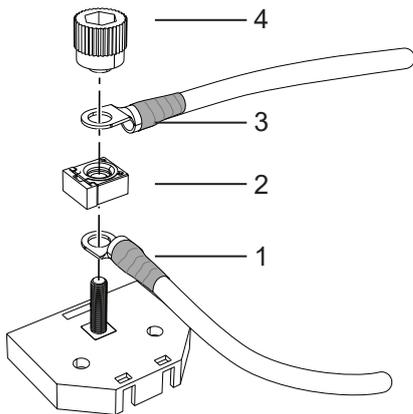
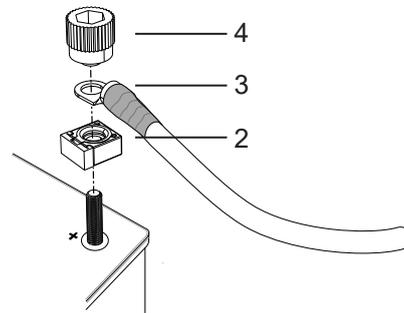

Figura 71. Conexión a la caja de fusibles
Figura 72. Conexión al terminal positivo de la batería
3. Cuando utilice la caja de fusibles, conectar el cable (1) al terminal positivo de la batería y a la caja de fusibles y colocar el fusible (2) en la parte superior, véase Figura 71.
4. Cuando se conecte directamente al terminal positivo de la batería, colocar el fusible (2) en el terminal positivo, véase Figura 72.
5. Conectar el cable de alimentación principal (3) a la caja de fusibles/al terminal positivo, véase Figura 71 - Figura 72.